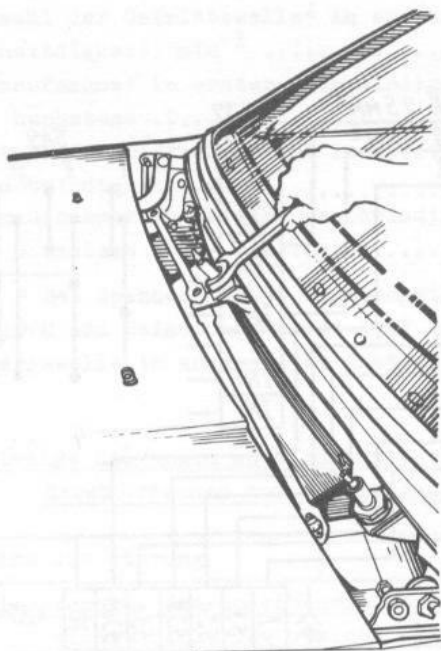

Bild 7-50. Lösen der Muttern der Armachsen mit Stellbuchsen
- Muttern der Wischerarmachsen mit eingelegten Buchsen losschrauben (Bild 7-50);